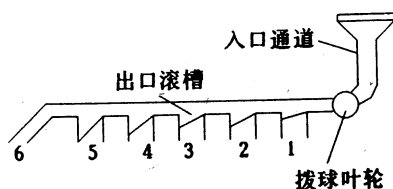

图 1
2、传送装置:由入口通道,拨球叶轮和出口滚槽三部分组成。其示意图如图 1 所示:
出口滚槽有六个出口,其中 1—5 号出口均装有继电器驱动的活动门,6 号出口为直滚门,不设活门(见图 1 所示),单片机控制电路根据球的重量分档后,命令相应的继电器打开某一通道门,实现球的自动分拣。